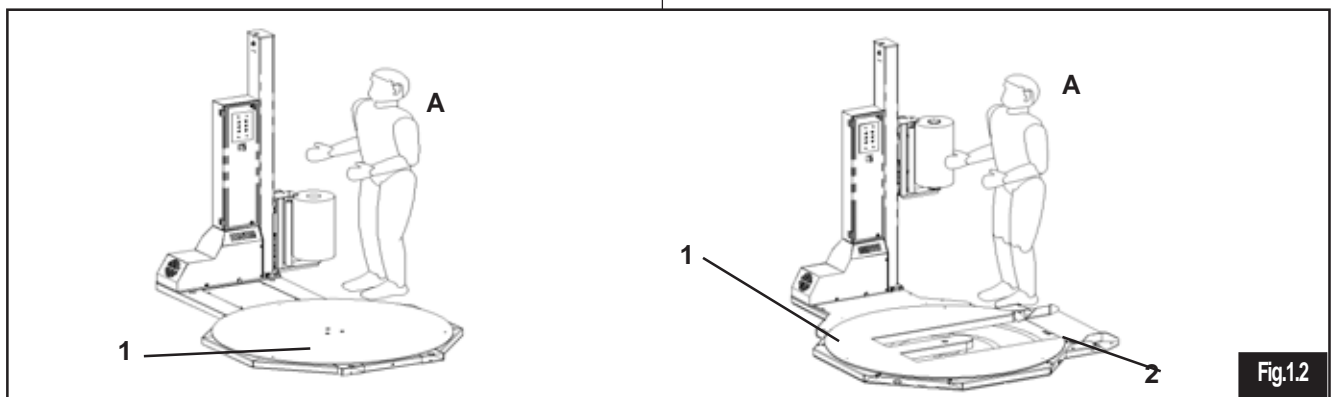

Fig.1.2
A) Rischio di intrappolamento (Fig. 1.2) Non salire mai sulla tavola rotante (1) in movimento in quanto permane il rischio di caduta o di intrappolamento con la zona di avvolgimento film.
Rischio di intrappolamento (Fig. 1.2) Non salire mai sulla tavola rotante (1) in movimento in quanto permane il rischio di caduta o di intrappolamento con la zona di avvolgimento film.
Rischio di schiacciamento (Fig. 1.2) Non stazionare nella zona di rotazione della tavola rotante munito di vano inserimento trans-pallet in quanto vi è il pericolo di schiacciamento. L'operatore rischierebbe di interporre un piede tra la tavola ed il basamento nel punto (2).
ZONA DI STAZIONAMENTO OPERATORE (A Fig. 1.2)
A) Risk of getting trapped (Fig. 1.2) Never climb onto the turntable (1) while it is moving as you may fall or get caught up in the film winding zone.
Risk of getting trapped (Fig. 1.2) Never climb onto the turntable (1) while it is moving as you may fall or get caught up in the film winding zone.
Risk of getting crushed (Fig. 1.2)
OPERATOR STANDING ZONE (A Fig. 1.2)